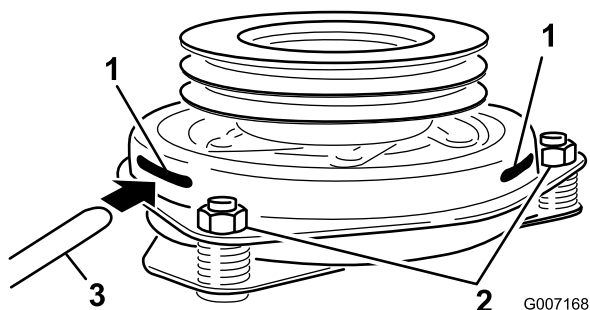

Figure 66
Vérifiez qu'elle passe bien entre les surfaces de frottement de l'induit et du rotor (Figure 66).
- Serrez les contre-écrous jusqu'à ce la jauge d'épaisseur fléchisse légèrement mais puisse bouger facilement dans l'entrefer (Figure 66).